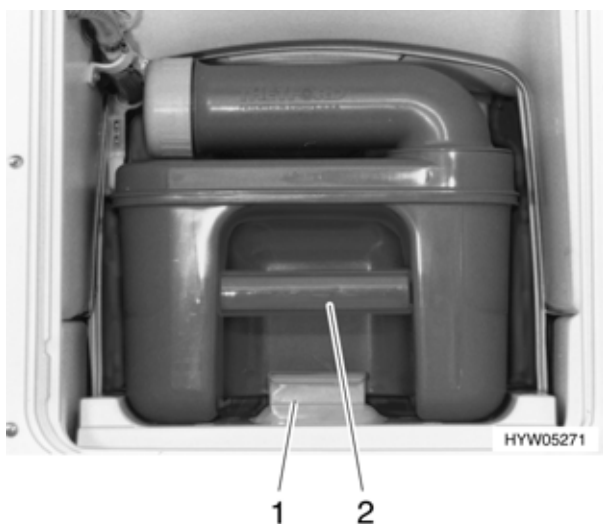

Fig. 179 Rimozione della cassetta Thetford
- Sbloccare la sicurezza (Fig. 179,1) ed estrarre la cassetta Thetford (Fig. 179,2).